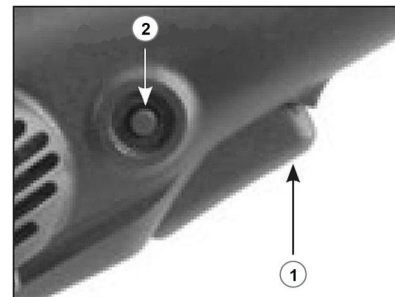

Fig. 6: bloquear interruptor
Paso 5: para bloquear el interruptor de encendido y apagado (1, fig.6) manteniendo pulsada su posición, pulse el botón de bloqueo (2). Para desconectar el botón de bloqueo, suéltelo.